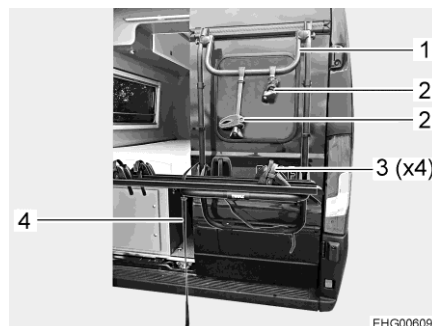

Bild 1 Cykelställ
- Öppna förslutningsremmar (Bild 1,4).
- Placera cykeln på skenan och fäst den på bygel (Bild 1,1) med fästarmen (Bild 1,2).
- Fäst fram- och bakhjulen på cykeln på hjulskenan med ett spännband (Bild 1,3).
- Stäng förslutningsremmar (Bild 1,4).